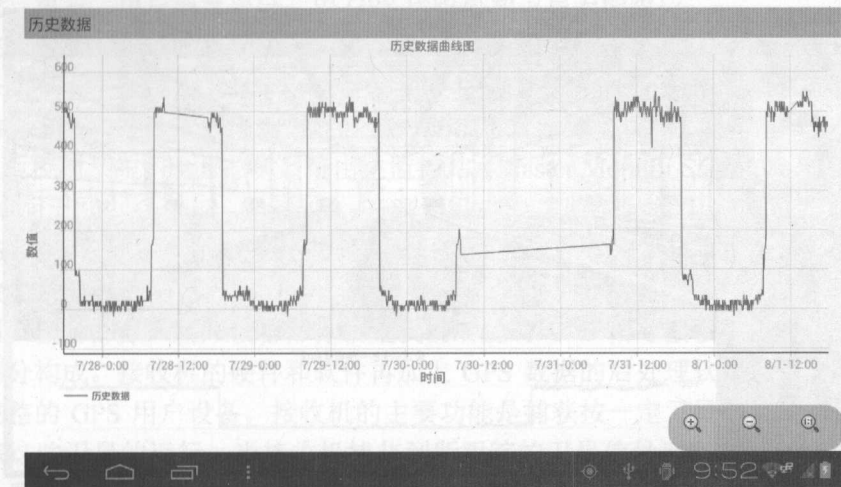

图 3.34 历史数据查询
(4) 单击历史数据查询按钮，会查询近五天的光照强度值，并以曲线的形式显示，如图 3.34 所示，可使用右下角的缩放按钮来查看曲线图。